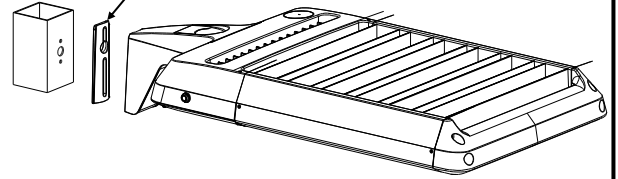

Fig. 1
1. **Note: For square poles:** Use Optional Square Pole Adaptor. Install between pole and luminaire. **See Fig. 1**
1. **Remarque : Pour les poteaux carrés :** Utilisez l'adaptateur pour poteaux carrés en option. Installez entre le poteau et le luminaire. **Voir Fig. 1**